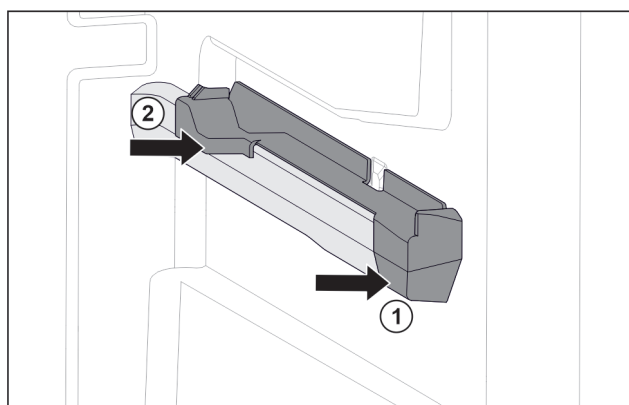

Fig. 154 Aufsteckteil auf der rechten Behälterrippe
- Aufsteckteil vorne an Behälterrippe ansetzen. Fig. 154 (1)
- Aufsteckteil hinten andrücken. Fig. 154 (2)